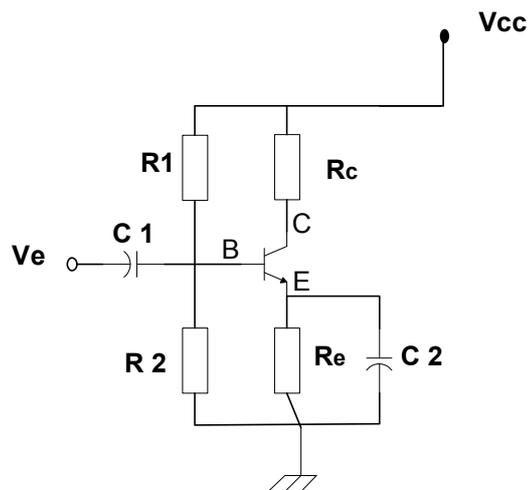

Figure 1
1. On considère l'amplificateur de la figure 1 composé d'un étage à transistor pour lequel on donne : $R1 = 22 \text{ K}\Omega$; $R2 = 1,8 \text{ K}\Omega$; $R_C = 2 \text{ K}\Omega$, $R_e = 100 \Omega$; $V_{cc} = 20 \text{ V}$, $V_{be} = 0,7 \text{ V}$; $\beta = 95$ et $i_c = 6,5 \text{ mA}$. Calculer I_B , V_B , V_C , V_E et P_d (puissance dissipée dans le transistor).	/ 2,5